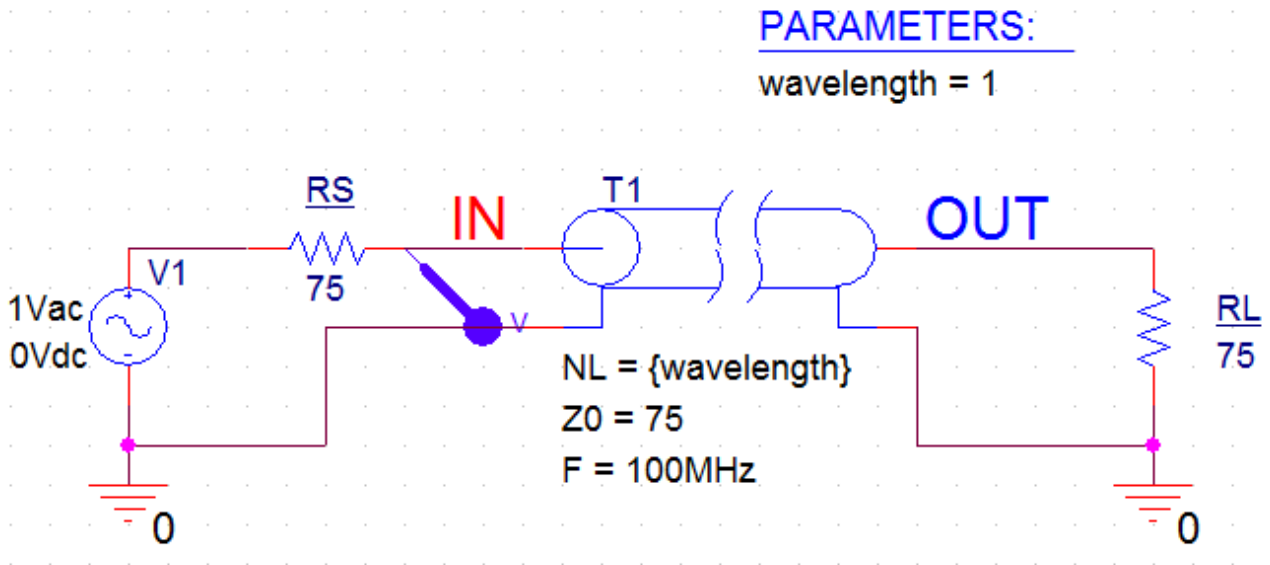
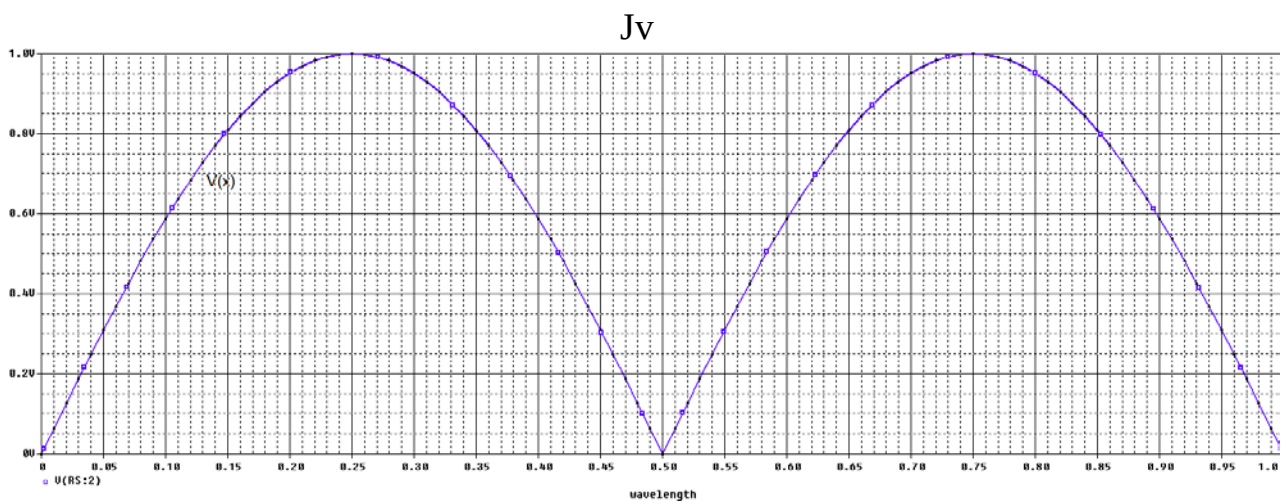

Рис. 11.8. Модель для исследования формы волны
Рис. 11.14. Напряжение в линии с режиме стоячей волны
1. В новом проекте соберем модель линии с источником переменного напряжения (рис. 11.8).
В схеме появятся дополнительные свойства (рис. 11.8).
7. Установите в схеме (рис. 11.8) $RL=75$ Ом и выполните моделирование. После окончания моделирования отобразите в окне Probe все доступные результаты.
8. Установите в схеме (рис. 11.8) $RL=75$ мОм (режим короткого замыкания). Выполните моделирование. В линии установится режим стоячей волны. В конце линии будет минимум напряжения (рис. 11.14).